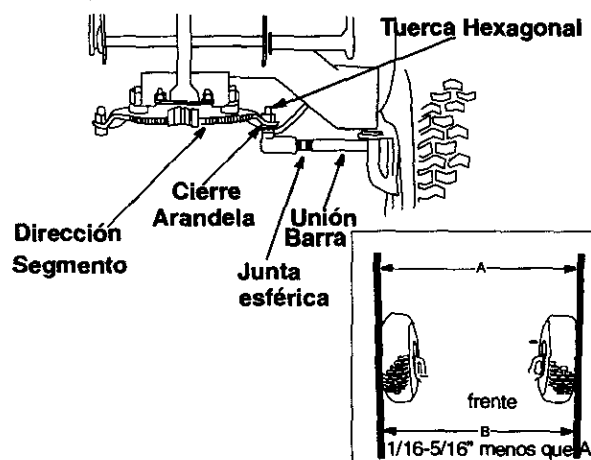

Figura 22
1. Usando una llave de 9/16", retire la tuerca hexagonal y la arandela de cierre que sostiene la junta esférica al segmento de dirección. Vea Figura 22. Podría necesitar sostener la contratuerca por debajo del segmento de la dirección usando una llave de 1/2".
2. Afloje la contratuerca en la barra de unión usando una llave de 9/16". Vea Figura 22.
3. Ajuste la junta esférica hacia afuera o hacia adentro hasta que la convergencia de las ruedas sea aproximadamente de 1/16"-5/16" (La dimensión "B" debe ser aproximadamente 1/16"-5/16" menor que la dimensión "A"). Vea Figura 22.